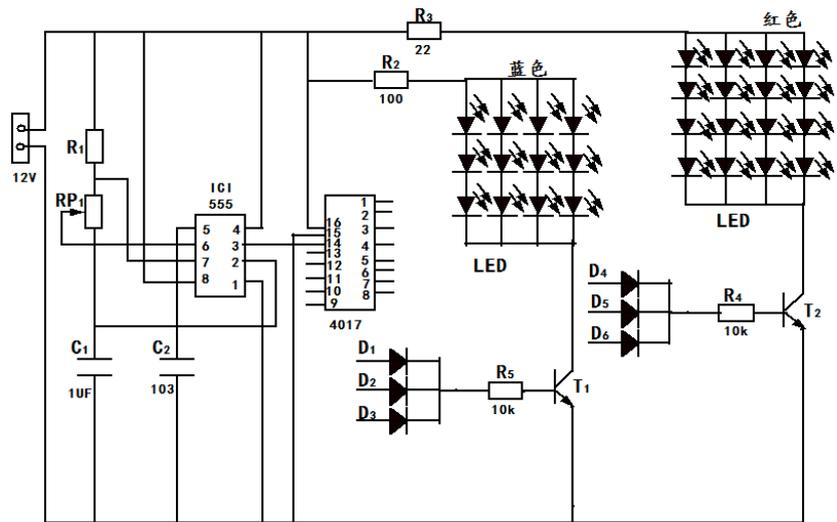

图 18-1 双色爆闪灯电路
**二、工作原理** 双色爆闪灯电路如图 18-1 所示，它是由 NE555 组成的多谐振荡器和 CD4017 十进制计数器 / 脉冲分配器组成。当第 1、3、5 个脉冲到来时，Q0、Q2、Q4 依次输出高电平，蓝色 LED 闪亮 3 次，第 6、8、10 个脉冲到来时，Q5、Q7、Q9 依次输出高电平，红色 LED 闪亮 3 次，当第 11、13、15 个脉冲到来时蓝色 LED 再闪亮，依次循环蓝色和红色 LED 交替闪亮，形成模拟警灯的样子。改变 RP1 大小可改变振荡周期，从而改变了 LED 的闪亮的速度。